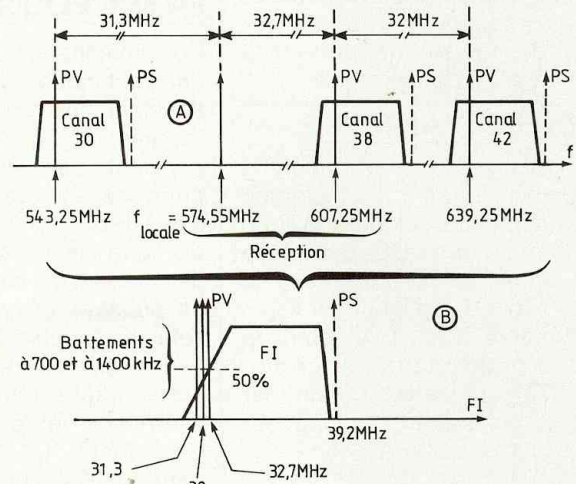

Fig. 2 : Interférences dues aux fréquences images.
tombe dans la bande transmise. Il existe des combinaisons tout aussi gênantes liées aux écarts de fréquence entre le canal à recevoir, sa fréquence locale située à $-32,7$ MHz de la porteuse vision et les canaux qui les encadrent à même distance : voir figure 2. Dans cet exemple, nous voulons recevoir le canal 38 ; la fréquence locale du changeur de fréquence du tuner UHF est située à $574,55$ MHz (A),